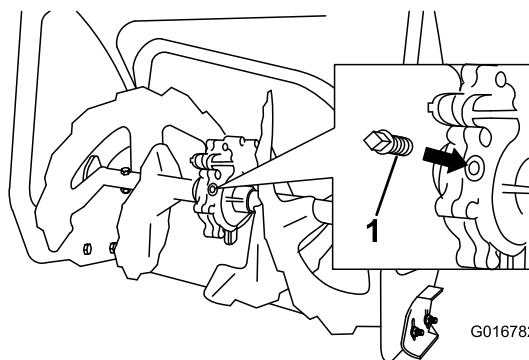

Figure 43
2. Nettoyez la surface autour du bouchon de tuyau (Figure 43).